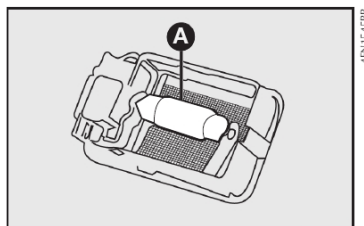

fig. 57
3) retirar a lâmpada **A** puxando-a de sua sede **fig. 57**.